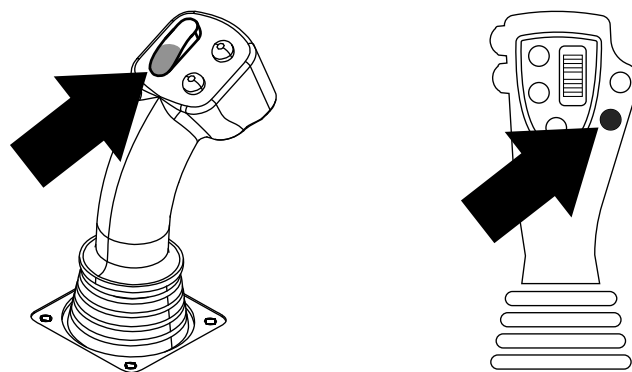
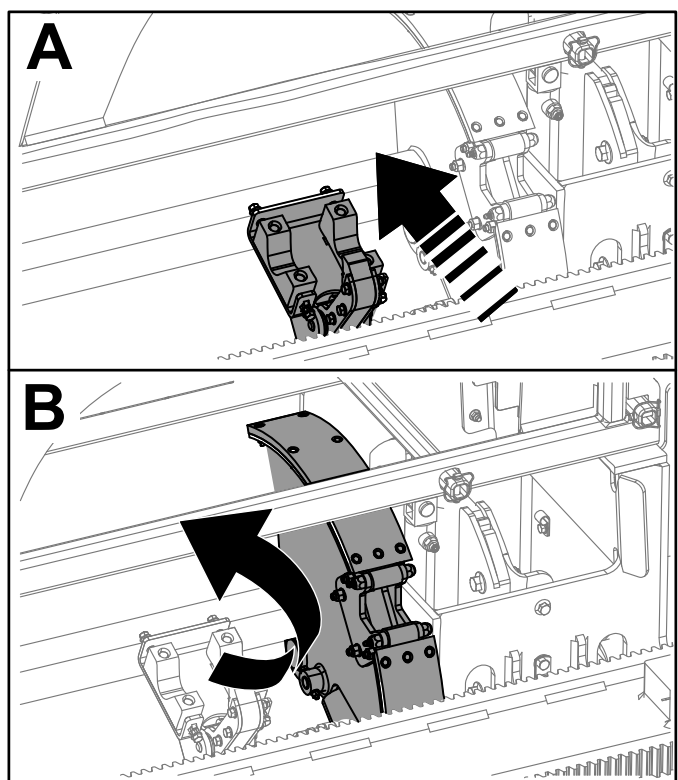

Figura 46
Figura 47
11. Mantenga pulsado el botón inferior derecho del joystick de 8 botones (Figura 10) o la sección inferior del interruptor basculante (Figura 46) del joystick de 4 botones hasta que los brazos de carga giren hacia atrás y el conjunto de leva vuelva a su posición de reposo (fila 4) (Figura 47).